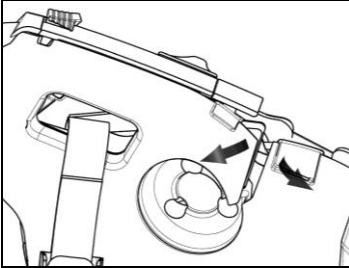

Fig. 15
- Extraer la protección plástica de la almohadilla (Fig. 15).